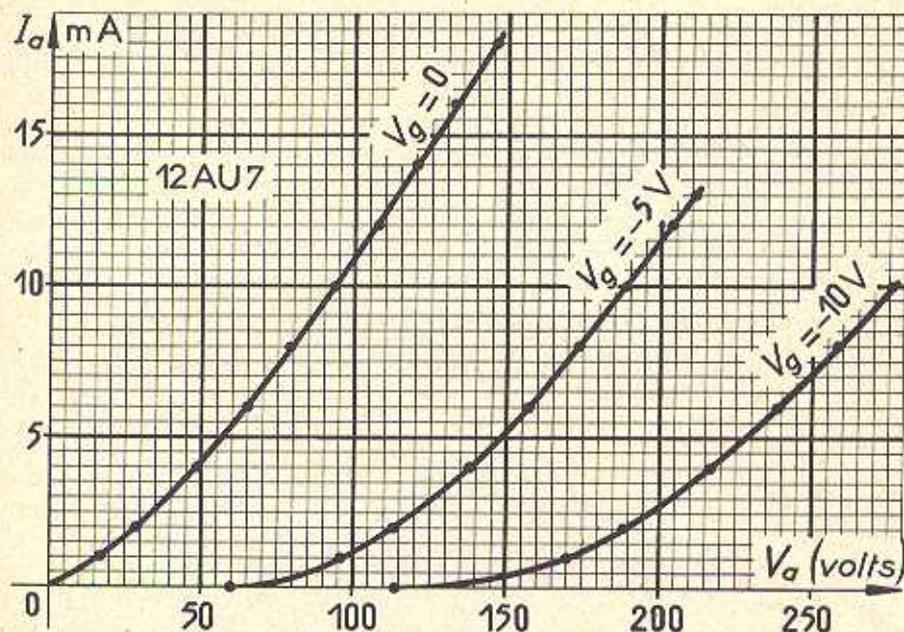

FIG. 2. — Caractéristiques statiques d'anode.
d) *Tracé de la caractéristique  $I_a (V_a)$  pour  $V_g = 0$*  (fig. 2).
- d) *Tracé de la caractéristique  $I_a(V_a)$  pour  $V_g = -5$  volts.* — La tracer sur le même graphique que la précédente (fig. 2).
### 3. — CARACTÉRISTIQUE $I_a (V_a)$ POUR $V_g = -10$ VOLTS (fig. 2)